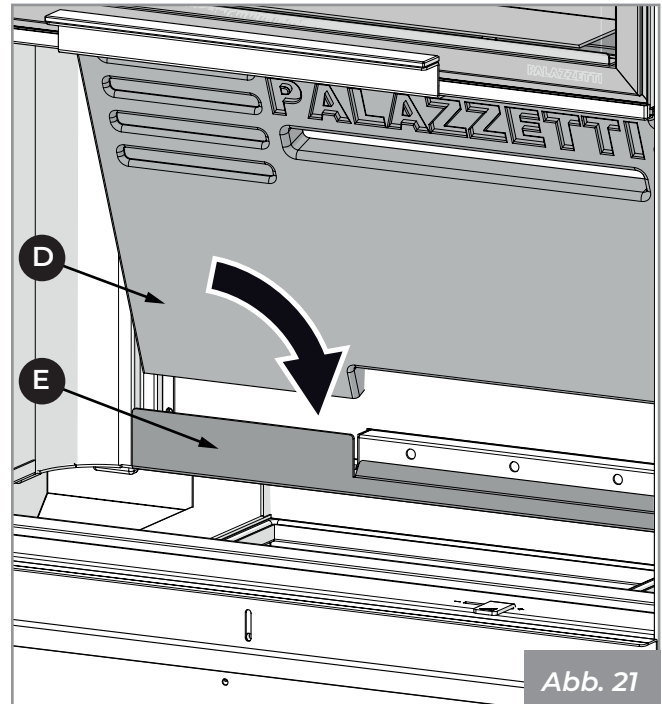

Abb. 21
- 4) Positionieren Sie das feuerfeste Rückenstück (D) hinter der Halterung (E) und achten Sie darauf, dass die Austrittslöcher der Nachverbrennung mittig zum Schlitz auf der Platte liegen (Abb. 21).